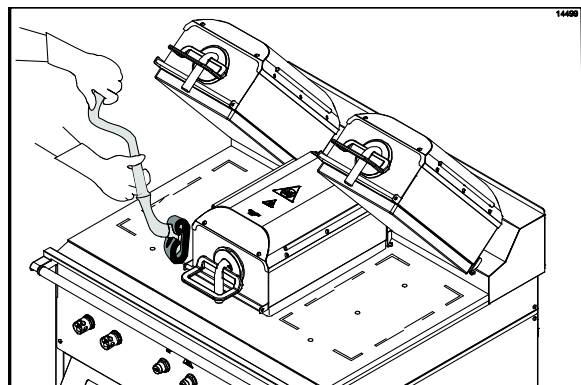

Figure 94
20. Appliquer le nettoyant pour gril aux deux côtés de la plaque du centre (Cf. Figure 94).